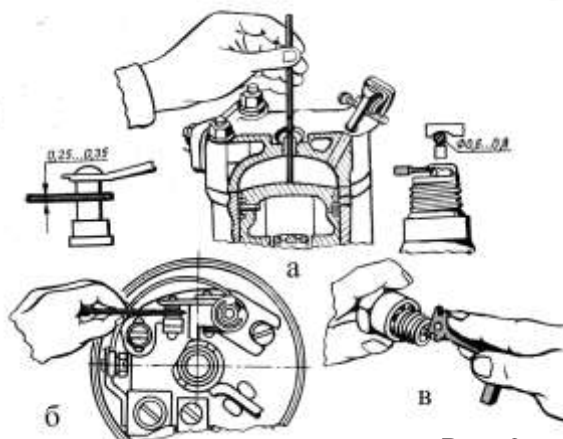
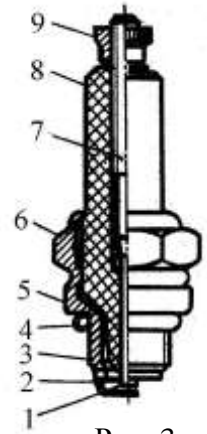

Рис. 2
Рис. 3
3. Користуючись рис.3, знайдіть основні частини свічки запалювання. В робочому зошиті запишіть, які частини позначені на рисунку цифрами 1...9. Перевірте і відрегулюйте зазор між електродами свічки (рис.2в). Закрутіть свічку в головку двигуна і приєднайте до неї провід високої напруги.